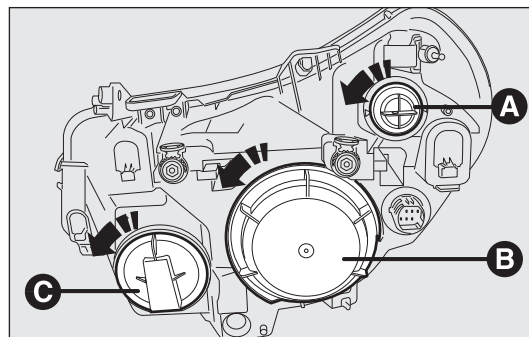

fig. 180
För byte av halvljusens/varselljus lampa ska du ta bort pluggen C-fig. 180.
För byte av halvljusens/positionsljusens lampa ska du ta bort pluggen B-fig. 180.
För byte av körriktningvisarnas lampa ska du ta bort lamphållaren A-fig. 180.
- Ta bort skyddslocket B-fig. 180 genom att vrida moturs.
- Sätt tillbaka skyddslocket lock B-fig. 180 genom att vrida det medurs och kontrollera att det sitter fast ordentligt.
- Ta bort skyddslocket C-fig. 180 genom att vrida det moturs.
- Sätt tillbaka skyddslocket lock C-fig. 180 genom att vrida det medurs och kontrollera att det sitter fast ordentligt.
- Ta bort skyddskåpan C-fig. 180 genom att vrida det moturs.
- Ta bort skyddslocket B-fig. 180 genom att vrida det moturs.